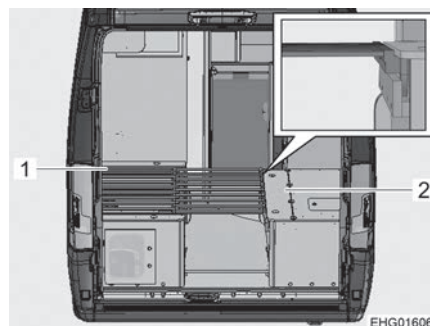

Fig. 84 Pendant la transformation
- Soulever légèrement le sommier à lattes (Fig. 84,1) de la banquette gauche et extraire la rallonge de sommier.
- Ouvrir le couvercle du coffre de banquette (Fig. 84,2) droit.